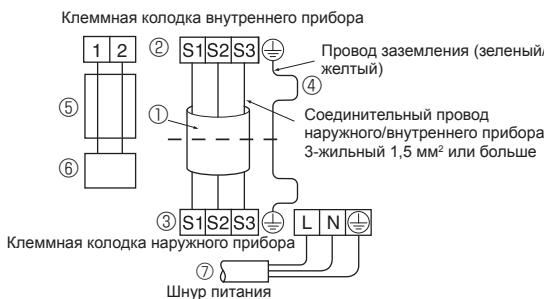

Fig. 7-4
- Выполните подсоединение, как показано на схеме внизу слева. (Кабель приобретается отдельно). (Fig. 7-4)
- ① Соединительный кабель